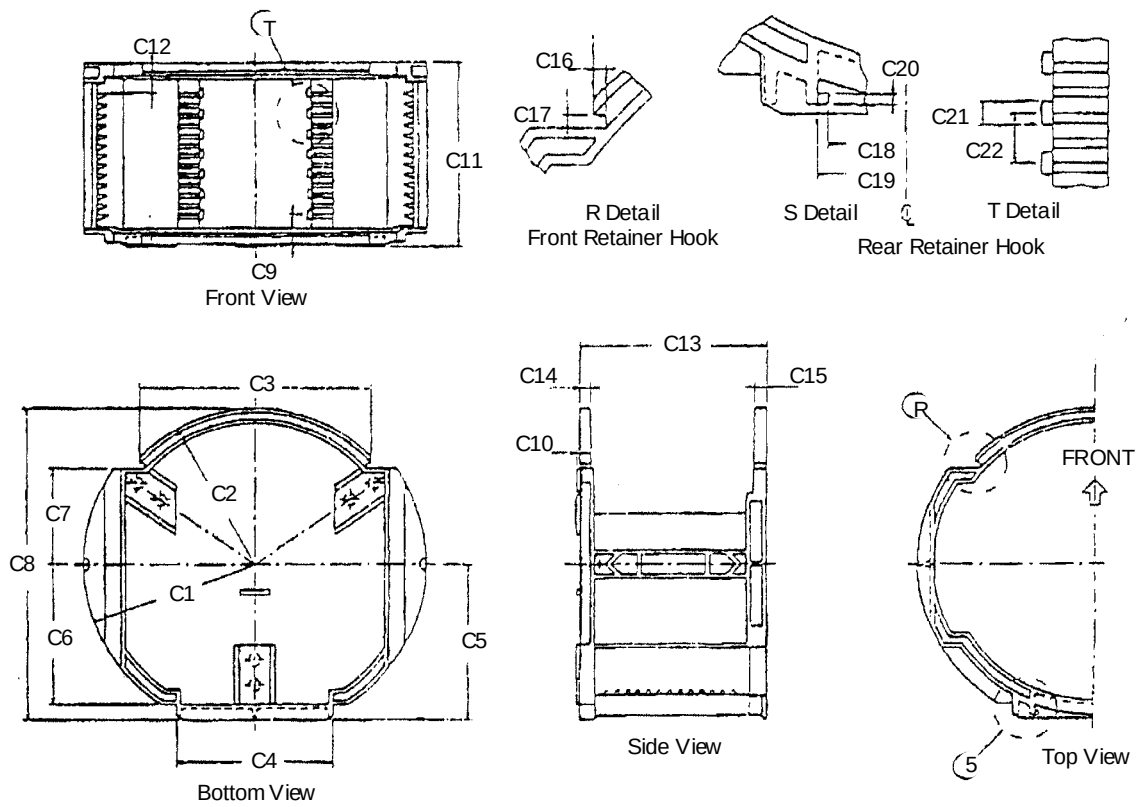

図 2
5.2.1 追加寸法(*Additional Dimensions*) – SHIPPING カセットの寸法は、SEMI E57 と SEMI E1.9 に適合するものとする。ただし、上記文書には、最大または最小という表記が多くあるため、SHIPPING ボックスの設計に十分ではない。したがって、図 2 と表 1 には、上記文書に定義された範囲内で必要な寸法が加えられている。